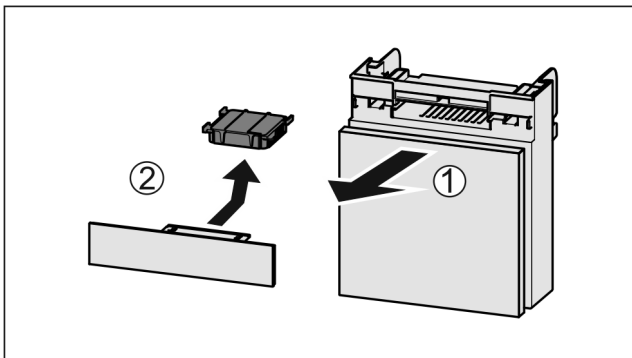

Fig. 81
- Потягніть Fig. 81 (1) відділення вперед.
- Витягнути Fig. 81 (2) фільтр з активованого вугілля.